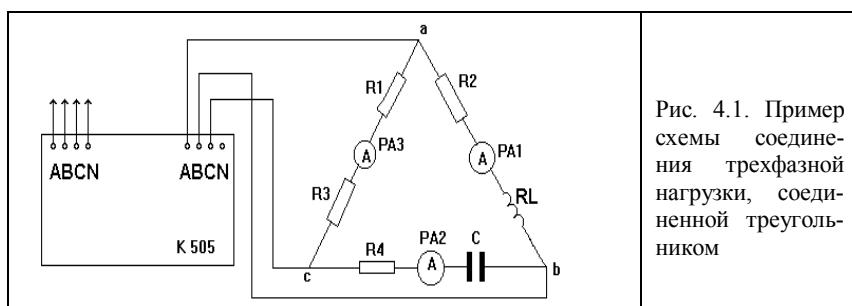

Рис. 4.1. Пример схемы соединения трехфазной нагрузки, соединенной треугольником
2. Составить и изобразить в рабочей тетради (сетка для рис. 4.2) одну из разновидностей схем включения сопротивлений в трехфазную сеть или внести изменения в схеме, представленной в качестве примера на рис. 4.1.